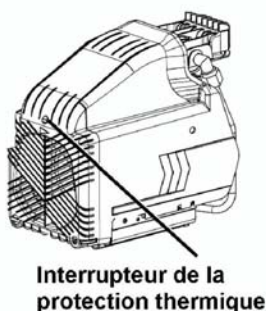

Fig.8
- (2) Si le cordon prolongateur n'est pas conforme aux spécifications données à la page 15, le remplacer par un cordon prolongateur comme ceux montrés à la page 15. Si la capacité de l'alimentation secteur est insuffisante, augmenter la capacité pour éliminer la cause d'un flux de courant excessif (surintensité).
- (3) Attendre environ 5 minutes, puis appuyer sur le commutateur de réinitialisation du protecteur thermique (Fig. 8).
- (4) Démarrer. Si le moteur s'arrête à nouveau pendant le fonctionnement, contacter le centre de service.